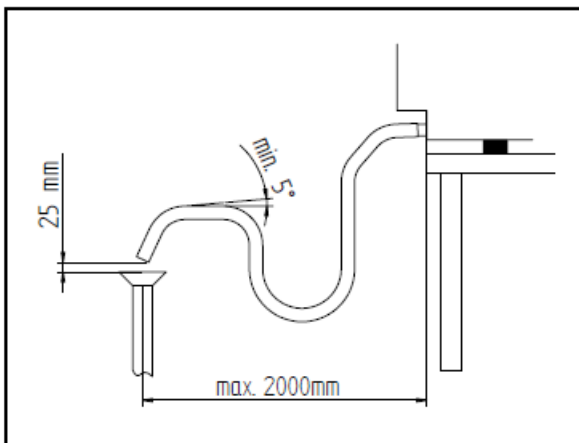
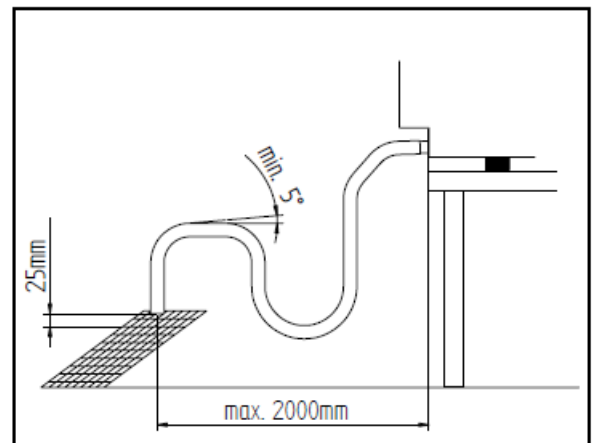

Abb. 1
Abb. 2
**Wasserabfluss** - An der Geräterückseite tritt ein Abflussrohr (siehe Abb. 1) für die Drainage der Garkammer aus. An diesem Rohr muss eine für die Dampftemperaturen (90°C – 100°C) beständige Leitung mit 30 mm Innendurchmesser (DN 30) angeschlossen werden. Um Drosselungen zu vermeiden, sollte es sich um Rohrleitungen ohne 90°-Krümmer auf der gesamten Abflussstrecke handeln. Außerdem muss die Rohrleitung auf ihrer ganzen Länge ein konstantes Gefälle beibehalten (mind. 5%; die berücksichtigte Länge ist jene vom Abflussrohr des Geräts bis zum Abflusspunkt und darf nicht länger als 2 m sein). Das Abflussrohr wird zu einem offenen Abfluss am Boden geleitet (Abb. 2). Außerdem muss der „Mindest-Luftsprung“ 25 mm betragen (Distanz zwischen Abflussrohr aus dem Gerät und dem Becher des Abflusskanalrohrs). Auf jeden Fall darf die am Abflussrohr angeschlossene Rohrleitung des Geräts aufgrund der gültigen hygienischen Normen nicht im direkten Kontakt mit dem Abflusspunkt sein. Es ist ratsam, den Abfluss des Geräts über einen geeigneten Siphon an das Schmutzwassernetz zu schließen, damit der Austritt von Dampf aus dem Abfluss eingeschränkt wird.